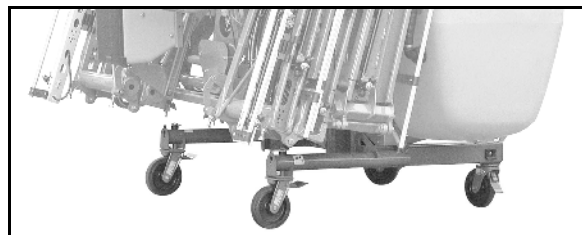

Fig. 8
- Parkeringsstøtter til høyre og venstre (Fig. 8) for å unngå at den frakoblede maskinen velter